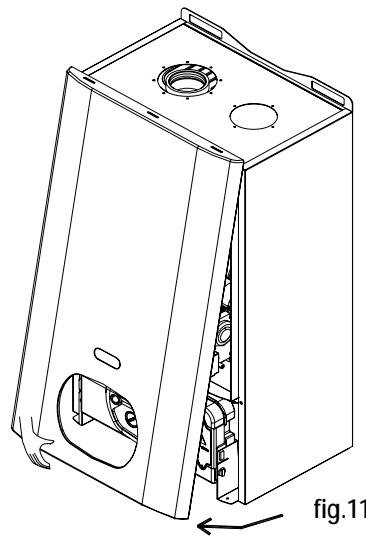
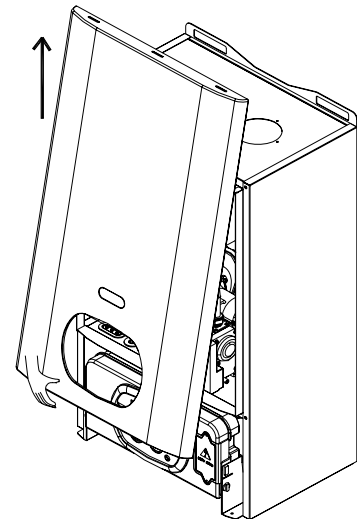

fig.11
fig.12
- Saisir le panneau par le bas, le tirer vers soi (fig.11) et l'extraire en le poussant vers le haut (fig.12).
- Retirer le panneau avant (voir fig.11 et 12).